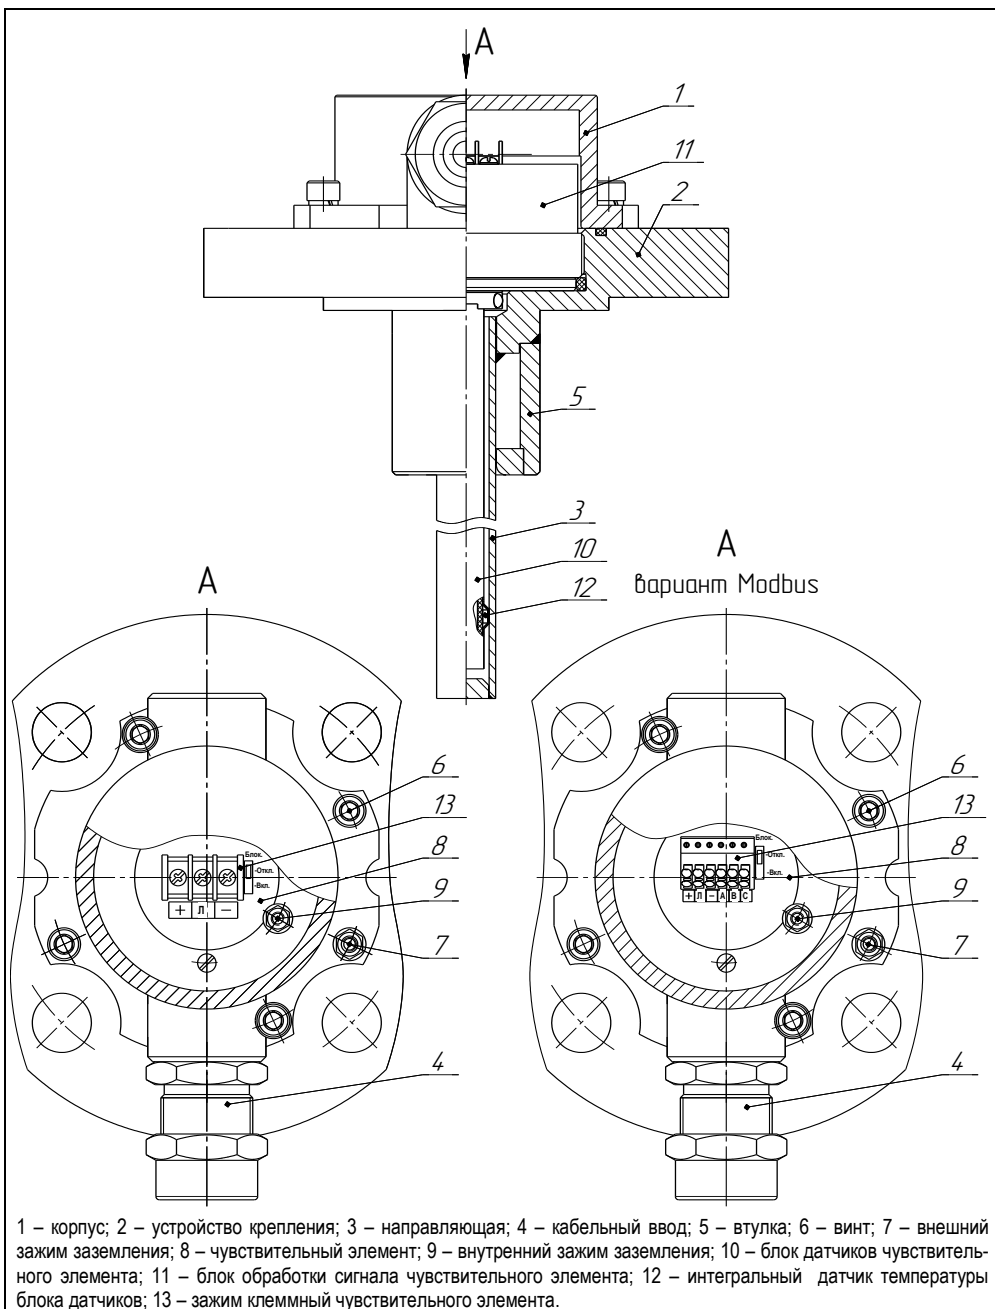

Рисунок 6
1.5.1 Корпус 1 преобразователя с кабельными вводами 4, устройство крепления 2 с направляющей 3 образуют взрывонепроницаемую оболочку преобразователя (см. рисунок 6). На направляющей устанавливаются поплавки и ограничители хода поплавков (см. рисунок 1).
Корпус преобразователя крепится к устройству крепления винтами 6 с применением пружинных шайб для исключения самоотвинчивания (см. рисунок 6). Направляющая соединена с устройством крепления сварным соединением. Втулка 5, приваренная к устройству крепления, уменьшает нагрузку на данное сварное соединение при внешних механических воздействиях.